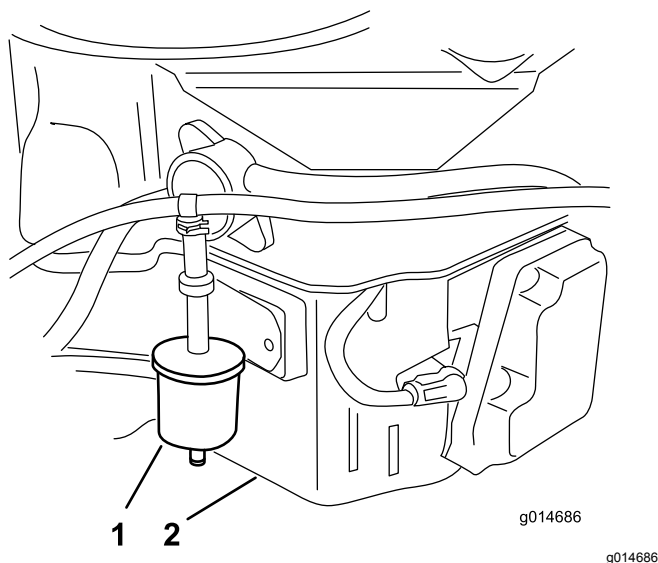

Figura 33
3. Retire el filtro del respiradero del combustible (Figura 33).